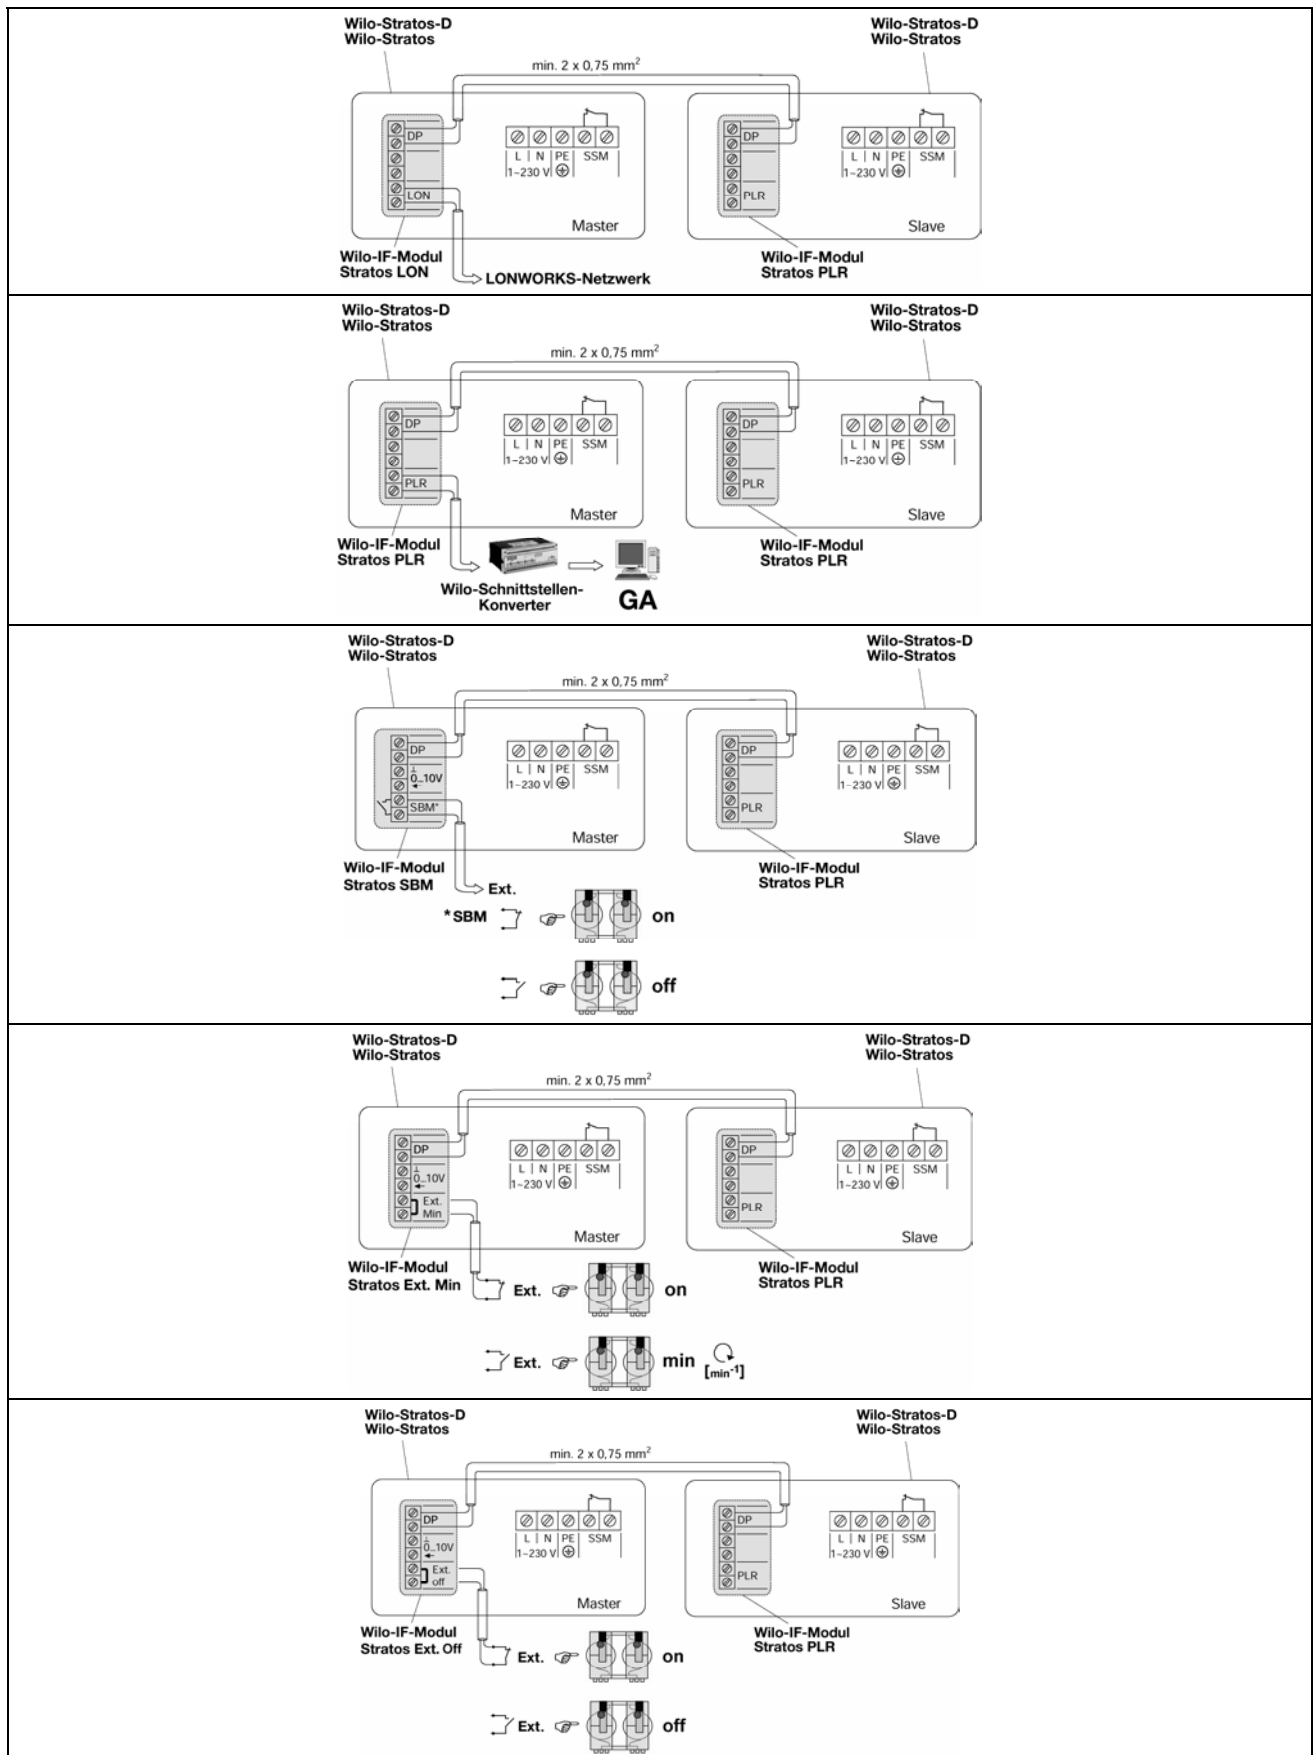

Рис. 15
9.2.2 Подключение к клеммам IF-модуля Stratos при работе сдвоенного насоса см. рис. 15